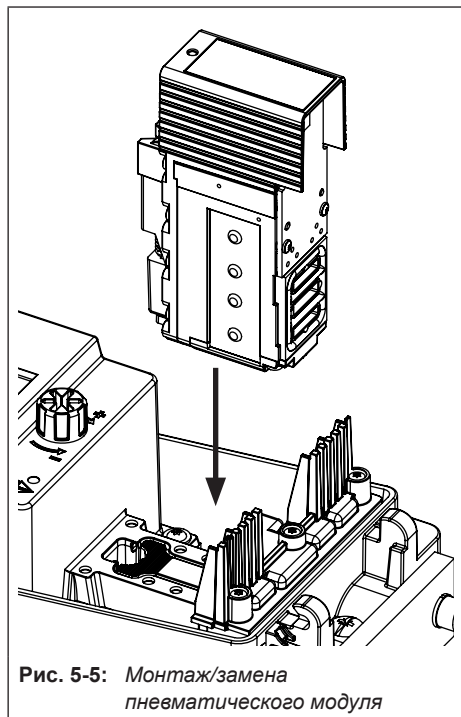

Рис. 5-5: Монтаж/замена пневматического модуля
4. Выполните монтаж модуля согл. Рис. 5-5. Надавите на модуль в направлении дисплея и вставьте его, продвигая вдоль зажимного клина.